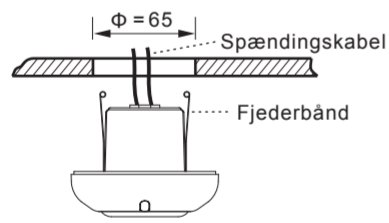

FIG. 12
4.4.2.4 Luk detektorens fjederbånd op, og indsæt detektoren i det borede hul i loftet (Se FIG. 12).